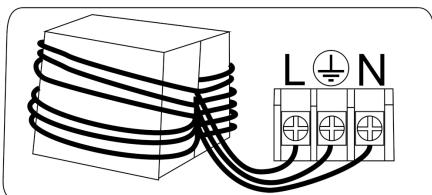

Fig. 5
- Wenn das Gerät an ein unterputzliegenden Kabel angeschlossen wird, entfernen Sie zuerst die Schraube (8) [Fig. 2] von der unteren Abdeckung des Geräts (5) und entfernen Sie dann das Originalkabel aus dem Inneren des Geräts. Das Unterputzkabel aus der Wand muss in das Gerät eingeführt und nach 4 Umlwicklungen des Ferrits an die entsprechenden Klemmen ( L (braun), N (blau) und Masse ( gelb - grün) gemäß Fig. 5 angeschlossen werden. Die untere Abdeckung des Geräts (5) wieder montieren.